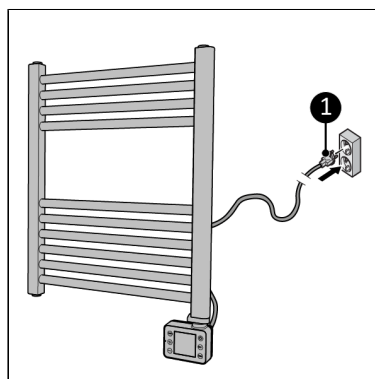

Figure 11.
2. Insérez la fiche d'alimentation dans une prise murale (Figure 11, pos. 1) facilement accessible. Utilisez une prise murale d'une puissance minimale de 1000 watts.